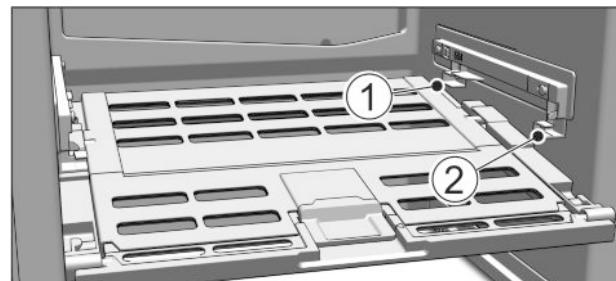

Fig. 62
- Nasazení víka příhrádky na ovoce a zeleninu: Výstupky víka zavedte zdola do zadních držáků Fig. 62 (1) a vpředu zaklesněte do držáku Fig. 62 (2).